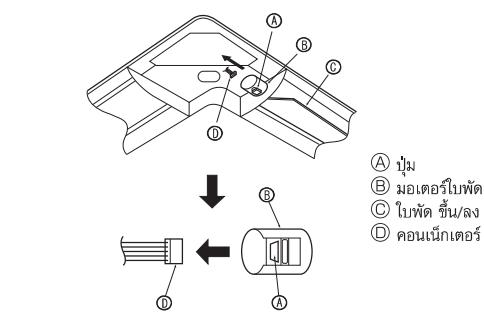

Fig. 9-9
9.4. การล็อกกิฟทางลมขั้น / ลง (Fig. 9-9)